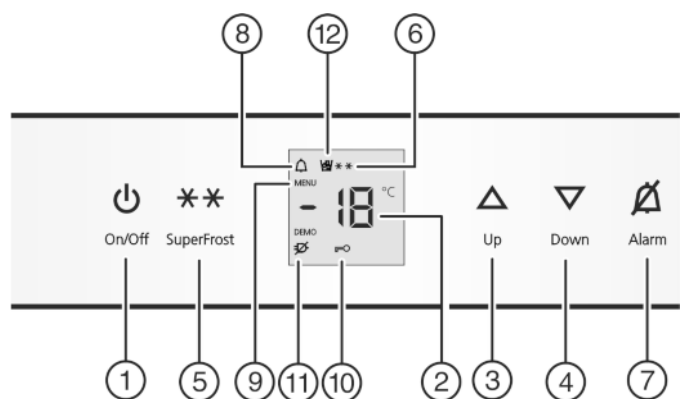

Fig. 2
- ▶ Pulse la tecla On/Off Fig. 2 (1).
- ▶ Activar el modo de ajuste: pulse la tecla SuperFrost Fig. 2 (5) durante aprox. 5 s.
- ▷ El símbolo de menú Fig. 2 (9) se ilumina.
- ▶ Pulse brevemente la tecla SuperFrost Fig. 2 (5) para confirmar.
- ▶ Para activar el bloqueo contra la manipulación por niños, pulse brevemente la tecla SuperFrost Fig. 2 (5).
- ▷ El símbolo del bloqueo contra la manipulación por niños Fig. 2 (10) se ilumina. En el indicador parpadea **c**.
- ▶ Para desactivar el bloqueo contra la manipulación por niños, pulse brevemente la tecla SuperFrost Fig. 2 (5).
- ▷ El símbolo del bloqueo contra la manipulación por niños Fig. 2 (10) se apaga. En el indicador parpadea **c**.
- ▶ Desactivar el modo de ajuste: pulse la tecla On/Off Fig. 2 (1).
- ▶ Pulse la tecla Alarm Fig. 2 (7).
Simultáneamente, parpadea la indicación de temperatura y el símbolo de alarma Fig. 2 (8).
El tono de aviso se desactiva automáticamente, el símbolo de alarma Fig. 2 (8) se apaga y la indicación de temperatura deja de parpadear cuando la temperatura vuelve a descender lo suficiente.
► Ajuste de aumento de temperatura: Pulse la tecla de ajuste Up Fig. 2 (3).
► Ajuste de descenso de temperatura: Pulse la tecla de ajuste Down Fig. 2 (4).